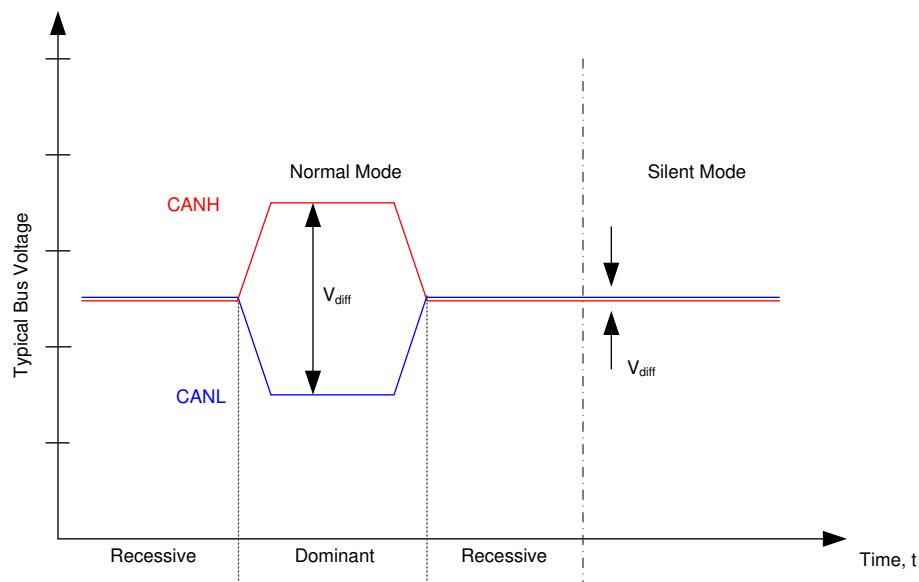

図 7-1. バスの状態
CAN バスの動作時には、リセッピブとドミナントの 2 つの論理状態があります。図 7-1 を参照してください。
(1) X = 無関係です
(2) バス状態については、図 7-1 を参照してください